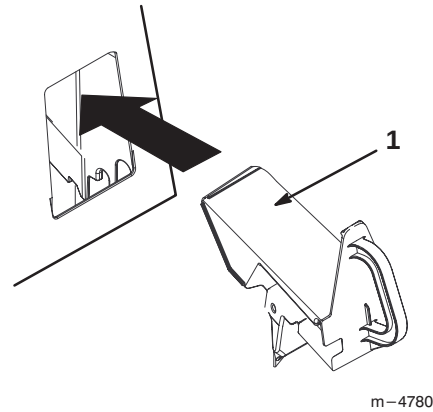

Abbildung 19
4. Den Verschlussstopfen wie in Abbildung 19 gezeigt in die Öffnung stecken.